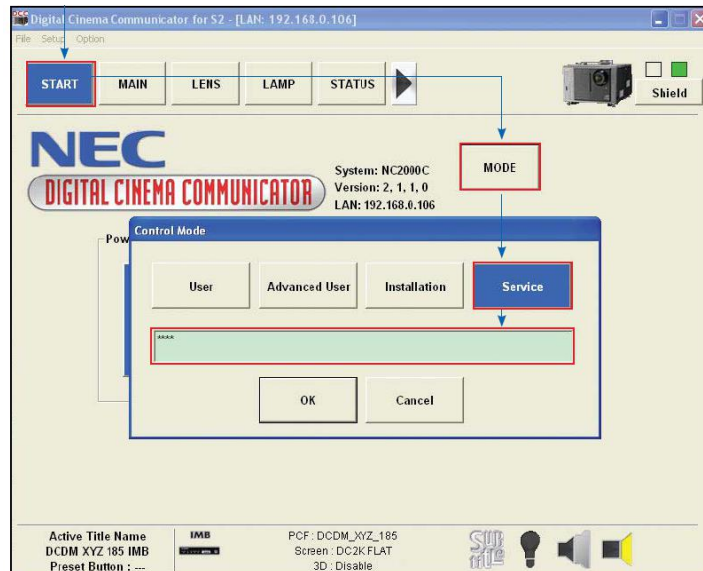

图 23 NEC 数字电影通信器上的服务模式
3. 选择[开始] → [模式] → [服务]并输入服务密码以激活服务模式操作（如图 23 所示）。